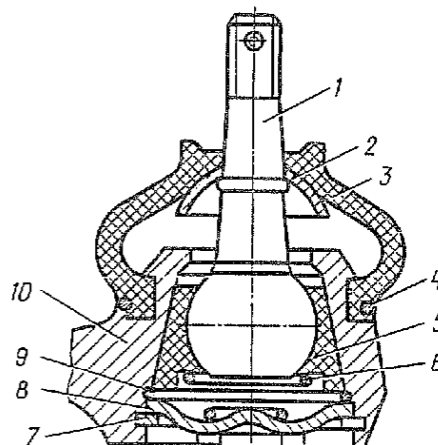

Рис. 184. Шарнир шаровой рулевой тяги:
1.1. Расшплинтовать и снять с шарового пальца защитный чехол 3 (рис. 184) и защитную шайбу 2 (плоскогубцы 150).
1.4. Вынуть из наконечника 10 (рис. 184) опорную шайбу 8, пружину 6, защитное кольцо 9, шаровой палец 1 с вкладышем 5 в сборе.
3.1. Смазать смазкой Литол-24 внутреннюю поверхность наконечника 10 (рис. 184) тяги под шаровой палец, шаровой палец 1, вкладыш 5, пружину 6, опорную шайбу 8 (емкость для смазки).
3.5. Заполнить защитный чехол 3 (рис. 184) смазкой Литол-24 (емкость для смазки).